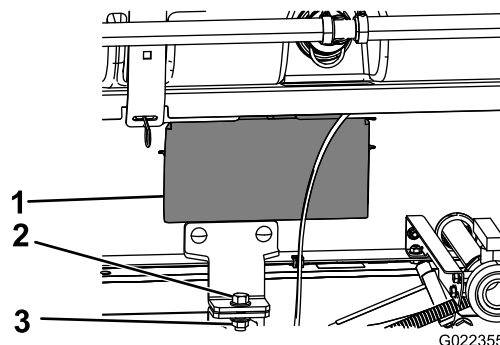

図 36
5. スキッドフレームの両側についているアクセスパネルを外す (図 36)。
8. タンク台アセンブリをフレームの左右にある荷台ブラケットに固定する ボルト $\frac{1}{2}$ x $1\frac{1}{2}$ "1本、ロックナット $\frac{1}{2}$ "1個を使用して図 36のように取り付ける。